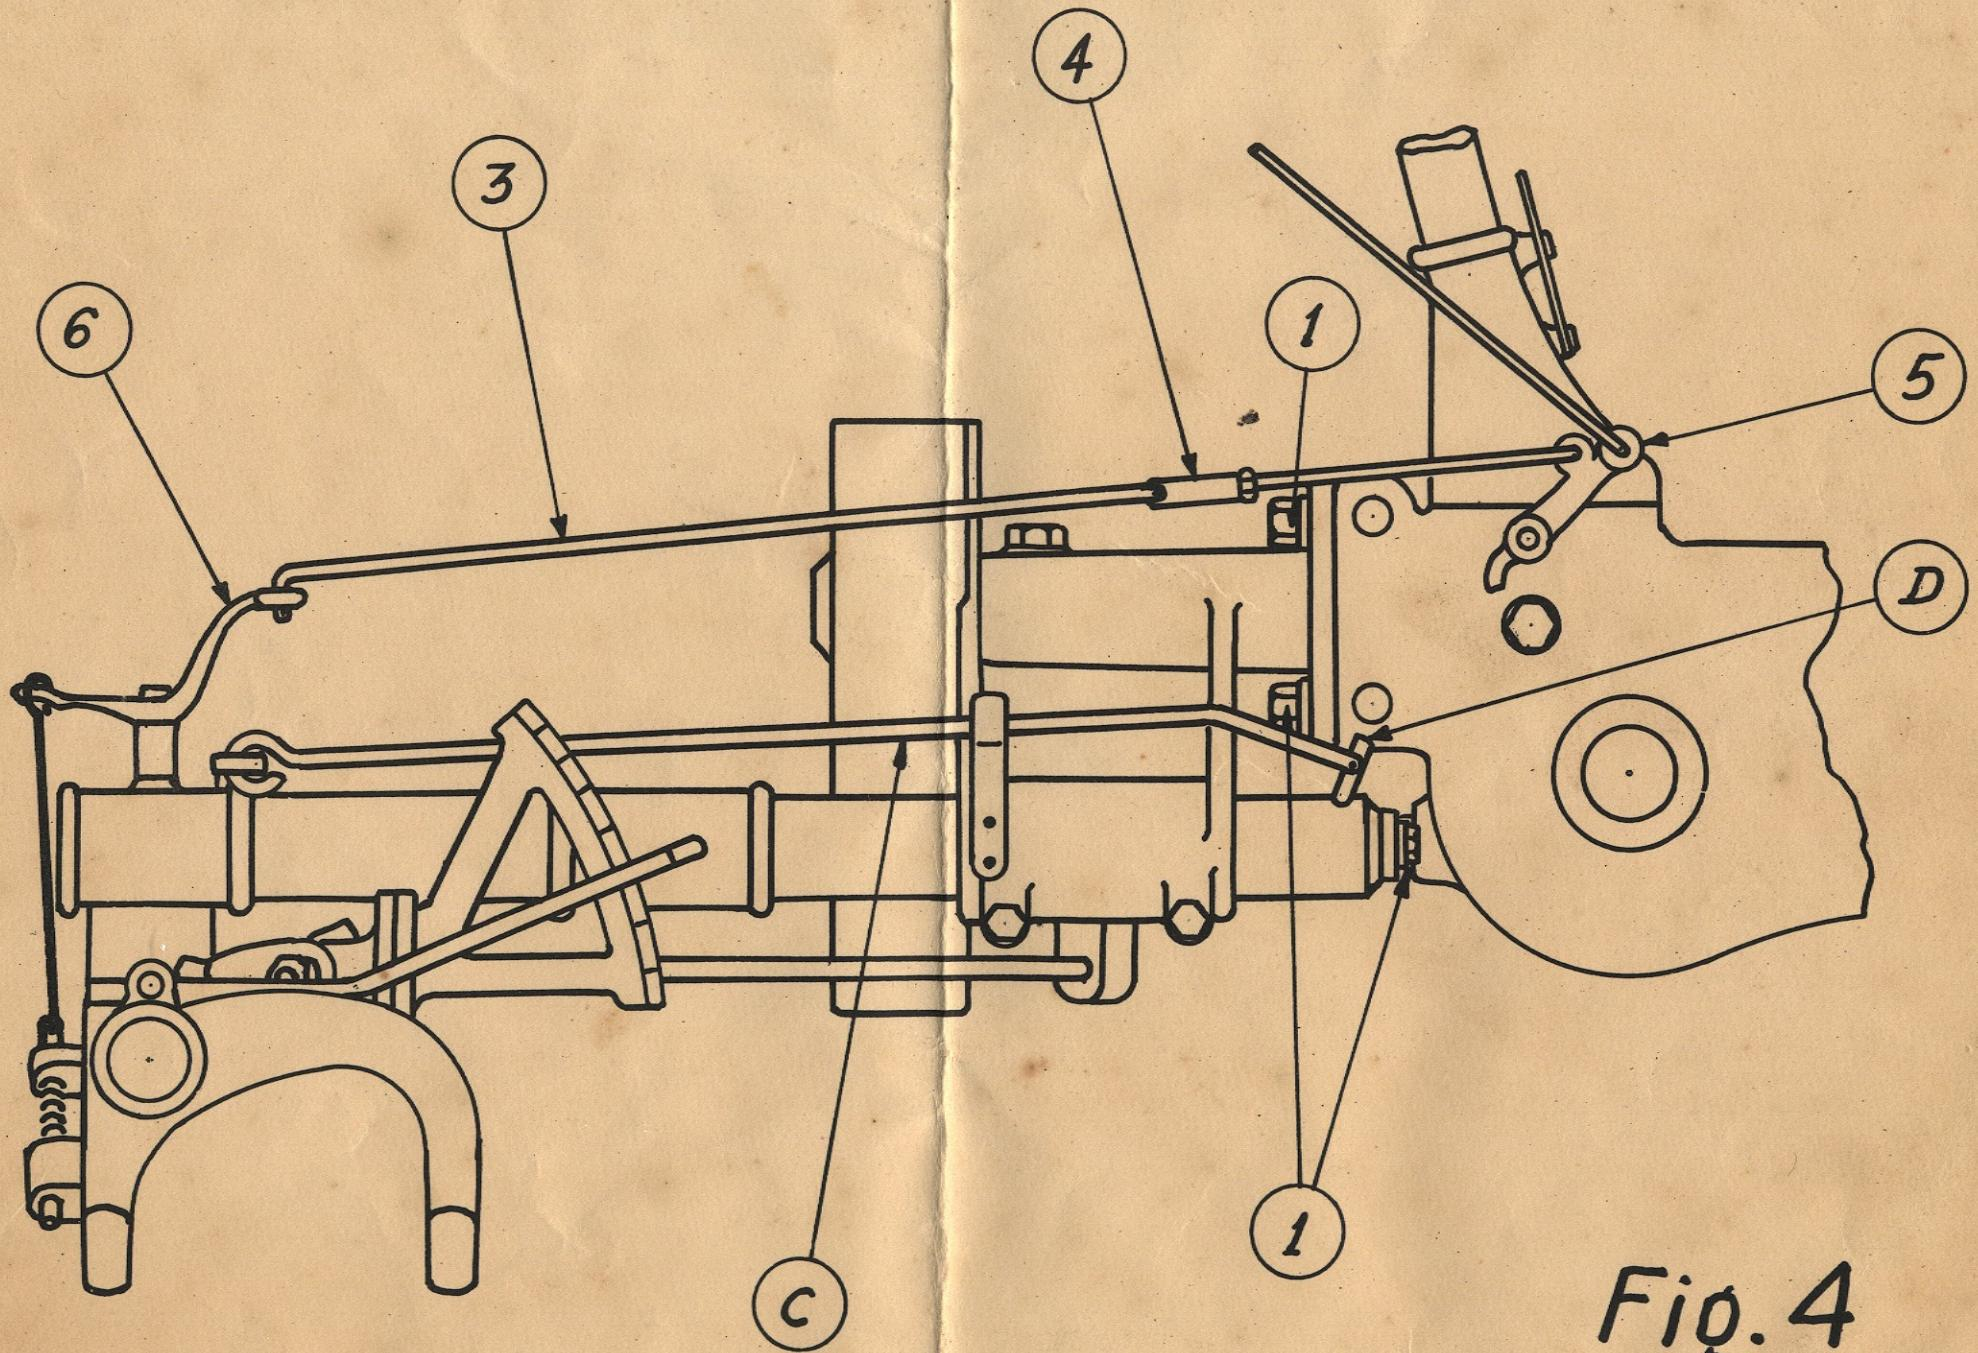

Fig. 4
3. Monter le corps de la faucheuse à la place de la queue de fraise. Faire attention de bien introduire les chevilles de centrage avant de bloquer les deux boulons marqués 1 sur la fig. 4.
4. Relier le système de sécurité avec le levier de débrayage. Voir fig.4. La tringle 3, qui est coudée à angle droit à chaque extrémité, est formée de deux tronçons reliés entre eux par le manchon 4. Introduire les deux extrémités de la tringle respectivement dans les oeillets des leviers 5 et 6 et les arrêter au moyen des goupilles fendues qu'on avait, au préalable, dû retirer. C'est le petit tronçon de la tringle qui vient s'attacher sur le levier 5 du motoculteur. Il faut vérifier, une fois le montage de la faucheuse terminé et avant de l'utiliser, si le système de sécurité fonctionne normalement. Si la machine est correctement montée, il ne doit pas être possible :
7. Relevage du peigne - Pour relever le peigne, il faut avoir soin de mettre le levier de réglage de coupe A dans une position telle que le sabot repose à plat sur le sol, puis on relève le peigne et on le maintient dans sa position verticale en introduisant la barre C (fig.4) servant à cet usage et en abaissant ensuite le verrou D. Un dispositif de sécurité empêche de relever le peigne lorsqu'on n'a pas eu soin de débrayer au préalable la commande de la faucheuse. Ce dispositif rend également impossible la mise en marche du couteau lorsque le peigne est relevé.